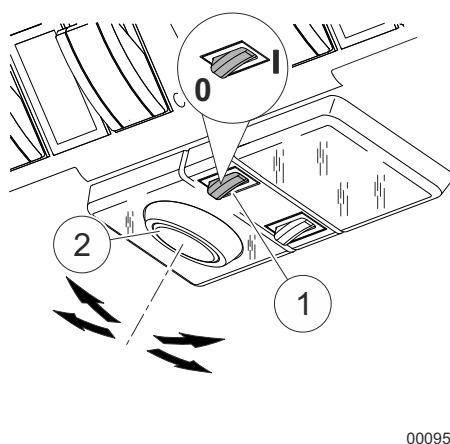

Fig. 65 Refletor
| 1 | Coloque o chave (1) na Fig. 65 na posição I . – Isso ativa o refletor (2) na Fig. 65. |
| 2 | Coloque o interruptor (1) na Fig. 65 na posição 0 . – Isso desativa o refletor. |